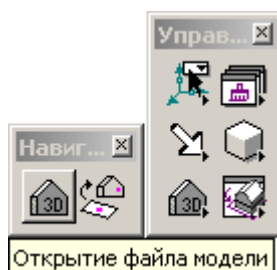

Рисунок 38
1. Надо нажать кнопку *Открытие файла модели* (Рисунок 38) из панели инструментов *Управление отображением - чертежи*